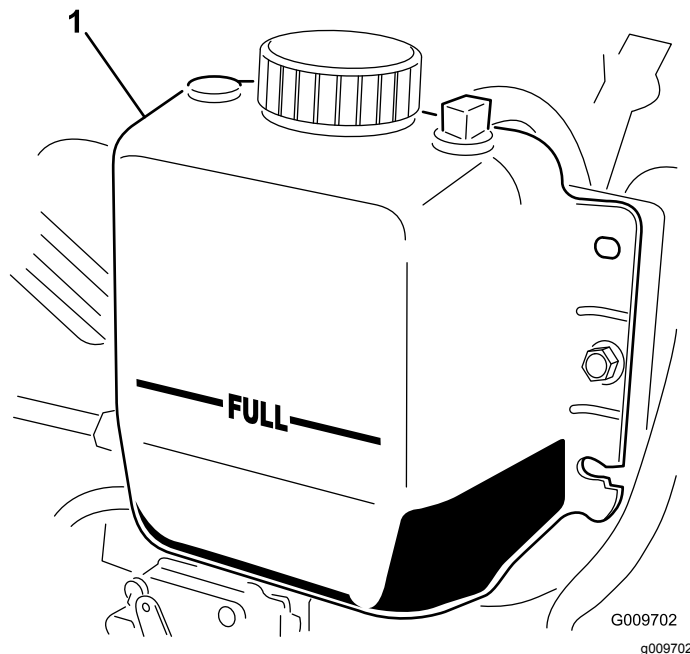

Figura 90
2. Compruebe el nivel de refrigerante del radiador. El radiador debe llenarse hasta la parte superior del cuello de llenado, y el depósito de expansión debe llenarse hasta la marca LLENO (Figura 90).